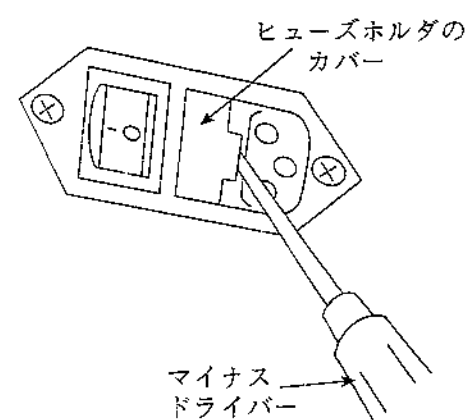

図 11.5.1 ヒューズホルダのカバーの開け方
- (1) 電源をオフにします。
- (2) 電源コネクタから電源コードをはずします。
- (3) 図 11.5.1 のように、マイナスドライバーでヒューズホルダのカバーを開いてください。